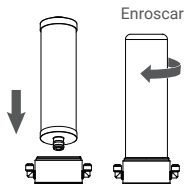

Figura 8
3. Inserte el nuevo cartucho de filtro en la ranura designada y continúe empujándolo hasta que llegue a la posición final. Una vez en su lugar, apriete la carcasa para asegurar el cartucho. (Figura 8)